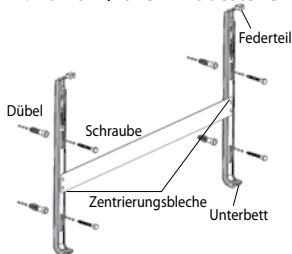

Bild 5. Aufhängehaken
2. Damit das Stromkabel nicht auf Spann gebracht wird, sollte die Entfernung des Gerätes zur Steckdose richtig abgemessen werden. Nach Auswahl des richtigen Standortes werden die für die Montage nötigen Löcher nach den Abmessungen in Bild 7 markiert. Für diesen Schritt können die Aufhängehaken in Bild 5 als Schablone benutzt werden. Dazu Aufhängehaken an die Wand pressen und die ovale Öffnungen mit einem Bleistift so markieren, dass Standheizkörper (wünschenswert) mindestens 100 mm, max 200 mm vom Fußboden steht.